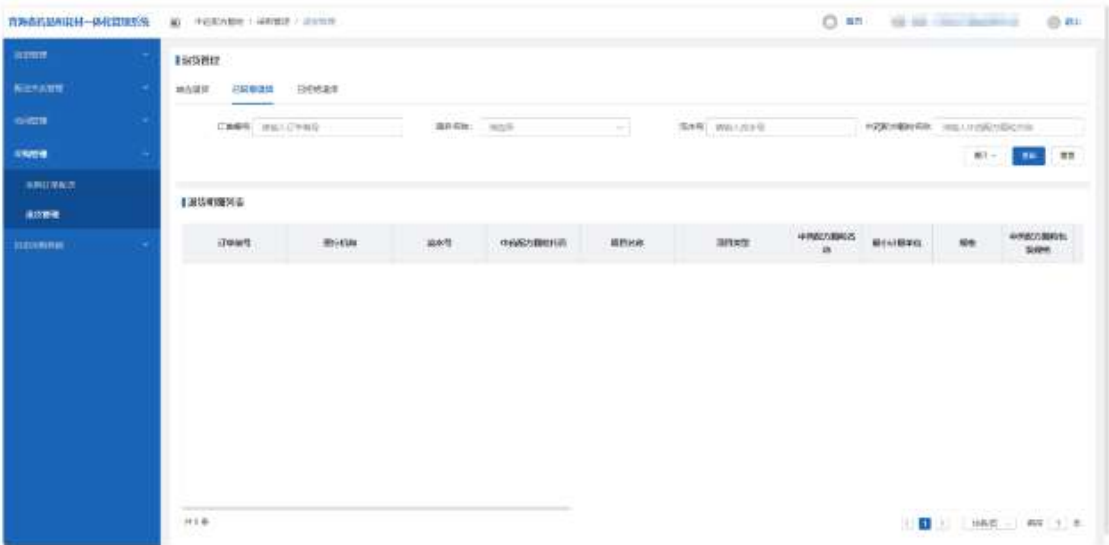

图 2
- ②在“已同意退货”标签页可以查询到配送企业的已同意的退货明细。（如图 2 所示）